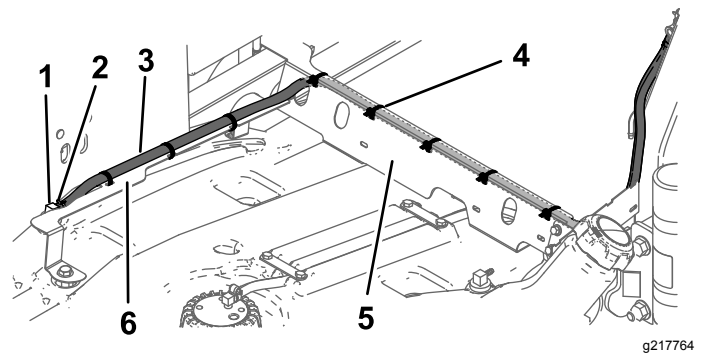

Figura 9
5. Conecte la manguera izquierda ($\frac{1}{4}$ " x $54\frac{1}{4}$ ") al acoplamiento delantero usando una abrazadera ($\frac{1}{2}$ "), como se muestra en la Figura 9.
6. Enrute la manguera por el soporte del tubo de combustible y por la parte trasera del protector térmico (Figura 9).
8. Sujete la manguera a los soportes usando 8 bridas (3 en el soporte del tubo de combustible y 5 en el protector térmico), como se muestra en la Figura 9.